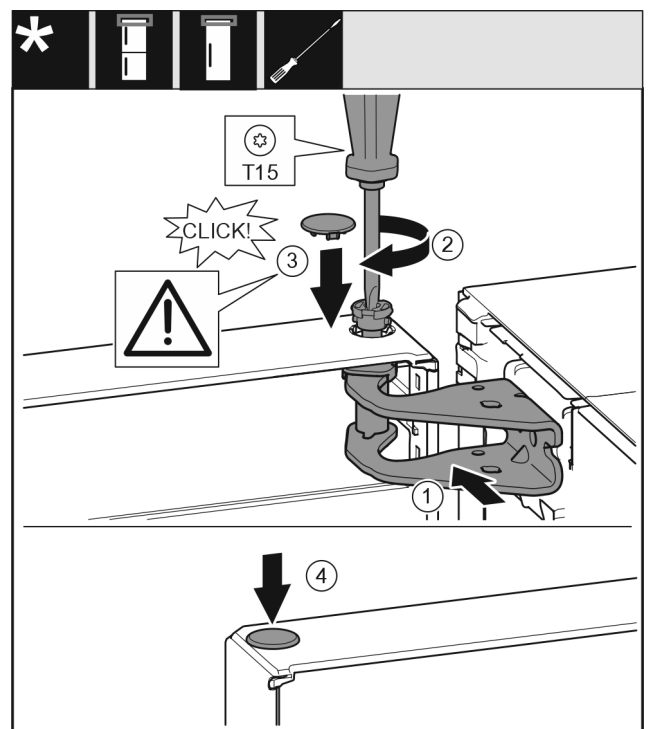

Fig. 22
- ▶ 将门的上方对准托架中的开口。 Fig. 22 (1)
- ▶ 放入螺栓 Fig. 22 (2) 并用螺丝刀拧紧。
- ▶ 安装冰箱门安全装置的安全盖 Fig. 22 (3)：放入安全盖并检查其是否在门上。此外将螺栓完全插入。
- ▶ 放上堵头 Fig. 22 (4)。